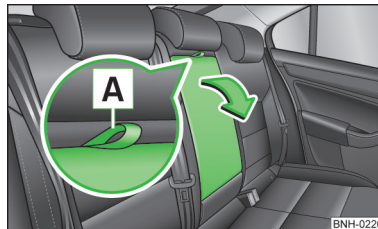

Fig. 55
- Tirar del lazo **A** » fig. 55 y abatir hacia delante el apoyabrazos en el sentido de la flecha.